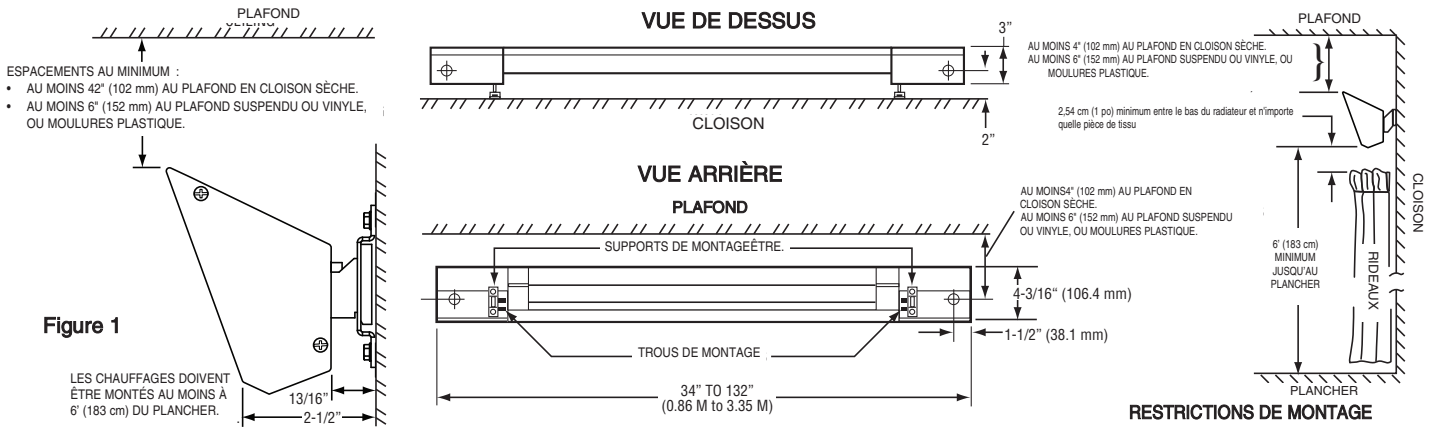
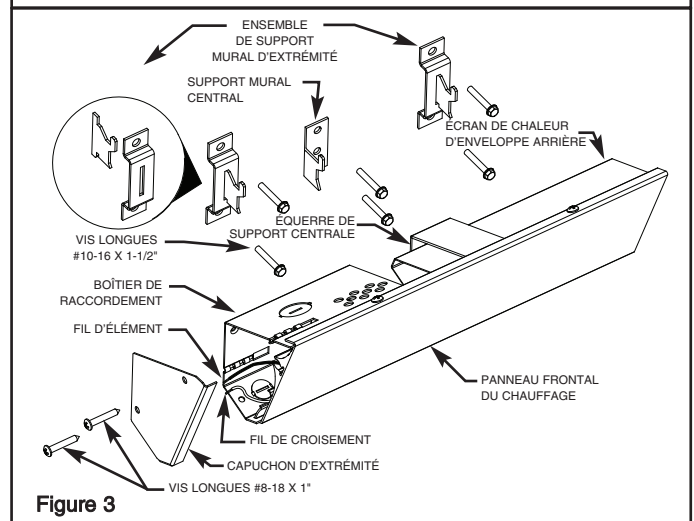

Figure 1
Figure 3
- POUR ÉVITER UNE POSSIBLE SURCHAUFFE ET SES DOMMAGES, REPORTEZ-VOUS AUX FIGURES 1 ET 4 POUR LES EXIGENCES D'ESPACEMENT PAR RAPPORT AU DESSUS, AU DESSOUS ET AUX CÔTÉS.
- Sélectionnez la distance de montage correct depuis le matériau du plafond suivant la Figure 1. En utilisant le Tableau 1 déterminez l'entraxe des supports muraux d'extrémités pour le modèle spécifique (puissance) à monter. Divisez cette valeur par 2 pour déterminer l'emplacement approximatif de montage du support mural central. Marquez ces emplacements sur la cloison choisie. Positionnez un goujon au plus Utilisez-le pour l'emplacement du support au plus près du marquage du marquage mural central (oubliez le marquage initial précédent). Assemblez les supports muraux d'extrémité comme montré en Figure 3.
7. Mettez en place les capuchons d'extrémités (venant du sac de pièces) comme montré en Figure 3.